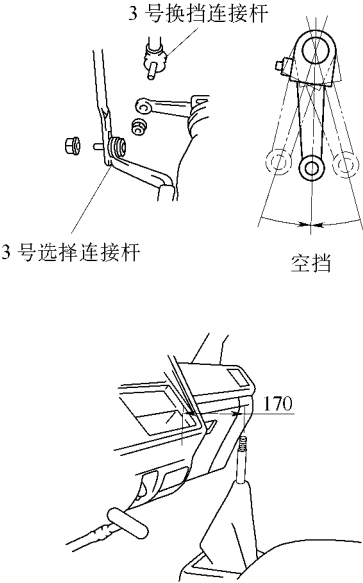

图 10-47 使仪表板和换挡杆螺栓顶部保持标准间隙
1) 脱开 3 号换挡连接杆并换挡到空挡位置，旋松选择连接杆的固定螺母，拆下换挡杆捏手，使仪表板和换挡杆的螺栓顶部保持标准的间隙，如图 10-47 所示。